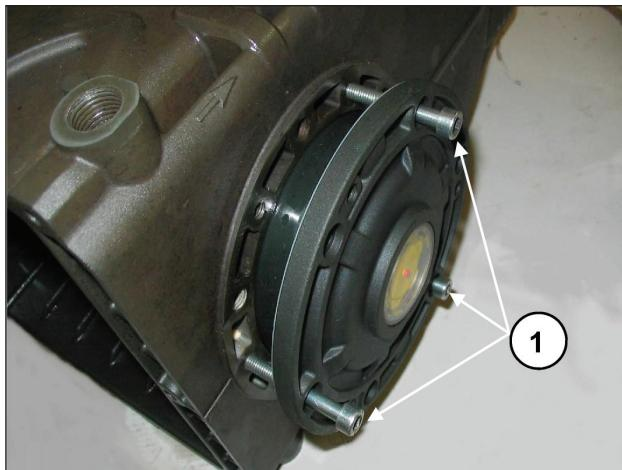

Fig. 8
Para facilitar a entrada da primeira seção e da relativa inserção das coberturas no cárter, aconselha-se o uso de três parafusos M6 x 40, parcialmente rosqueados, (Fig. 8, pos. ①) para depois completar a operação com os parafusos fornecidos (M6x18).
Para a aproximação de duas coberturas laterais no cárter, pode-se usar três parafusos M6x40 para uma primeira fase de orientação, como indicado na Fig. 8 e os parafusos previstos para a fixação final.